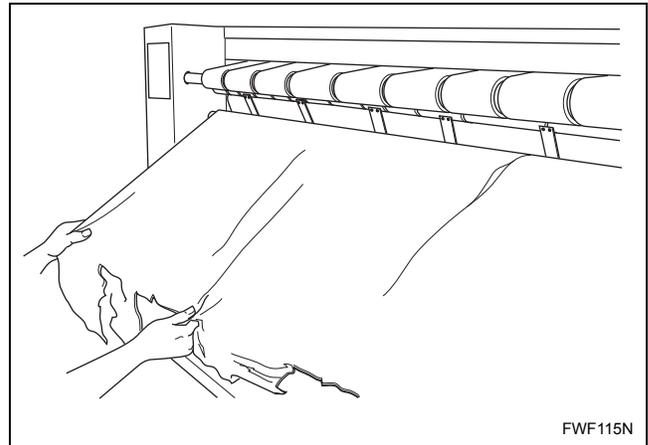

Figure 19
- e. Retirer complètement le papier de protection. Se reporter à la *Figure 19*.